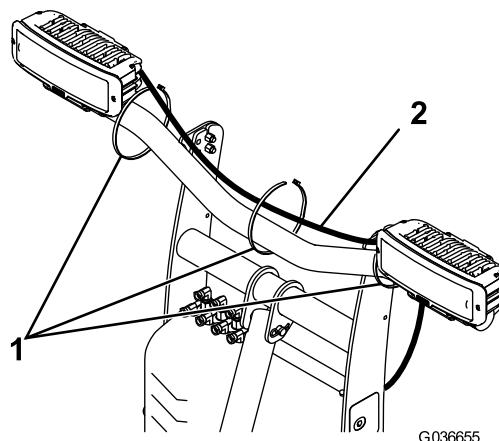

Figura 11
6. Inserte los conectores de faros en el arnés de cables a la parte posterior de la carcasa de faros (Figura 11).
7. Sujete el arnés de cables cortos a la barra de iluminación con 3 bridas como se muestra en Figura 11.